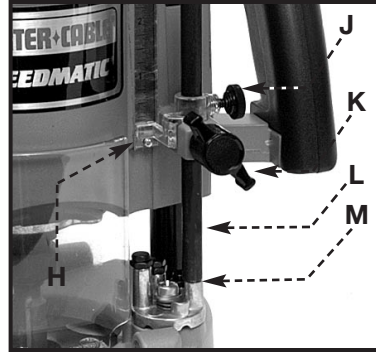
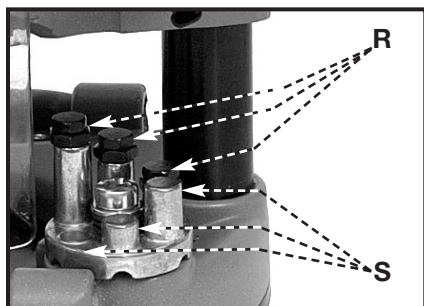
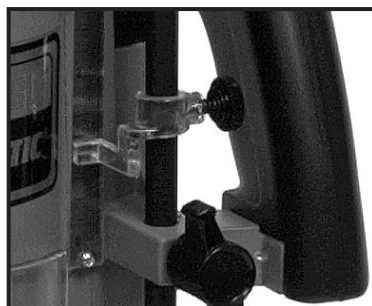

Fig. 5
Fig. 6
Fig. 7
1. Afloje la perilla cerradora para la varilla de profundidad (K) Fig. 5, y la perilla para el índice de profundidad (J) Fig. 5. Deje que la varilla de profundidad toque uno de los topes de torrecilla (M) Fig. 5. Generalmente, se ajusta el corte más profundo apoyando la varilla de profundidad contra el tope de torrecilla más corto (vea la Fig. 6). Los otros dos topes fijos (S) Fig. 6, entonces proveen cortes de 1/4" y 1/2". Los tres topes ajustables (R) Fig. 6, pueden ser ajustados a cualquier profundidad deseada. Se puede usar cualquier combinación de topes fijos y/o ajustables para obtener las profundidades deseadas para los cortes que hay que hacer.
- Coloque el índice de profundidad (H) Fig. 5, en el cero, "0", y apriete la perilla.
- Afloje la perilla cerradora de la varilla de profundidad (K) Fig. 5, y levante la varilla de profundidad hasta alinear el índice con el punto de la escala que representa la profundidad del movimiento vertical deseado. (El ejemplo en la Fig. 7 indica 1" de movimiento vertical.) Apriete la perilla cerradora para la varilla de profundidad.